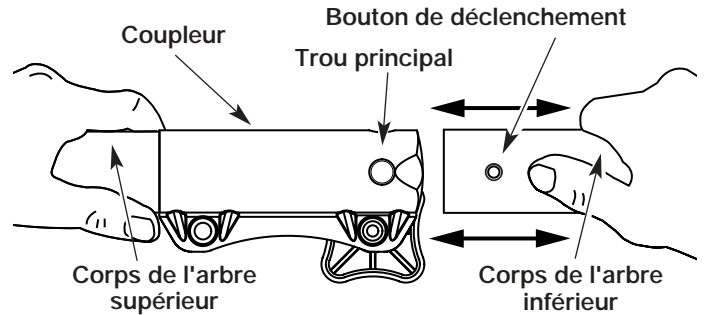

Fig. 8
3. Tenez fermement le corps de l'arbre supérieur et retirez l'accessoire d'élagage du coupleur (fig. 8).
2. Tenez fermement l'accessoire et enfoncez-le tout droit dans le coupleur (fig. 8).
**MISE EN GARDE** : verrouillez le bouton de déclenchement dans le trou principal (fig. 8) et vissez bien le bouton avant de faire marcher l'appareil.